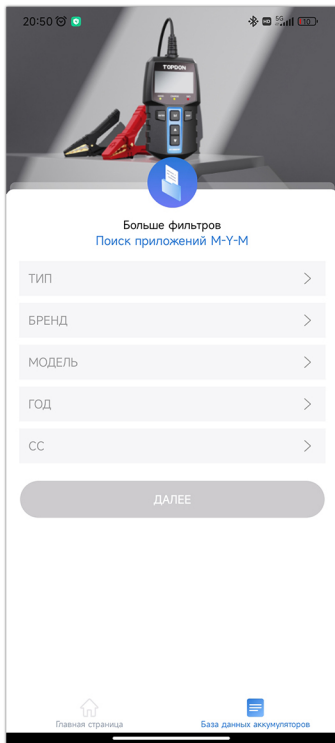

Рисунок 5.8.1
1) База данных аккумуляторов предназначена для получения подробной информации об аккумуляторах. Нажмите «База данных аккумуляторов» на главной странице и следуйте подсказкам для ввода типа ТИП, МАРКА, МОДЕЛЬ, ГОД и СС (см. рис. 5.8.1).